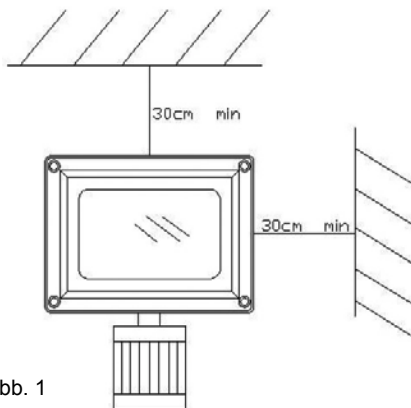

Abb. 1
- Halten Sie mindestens 30 cm Abstand von der Decke und Wand (Siehe Abbildung 1).